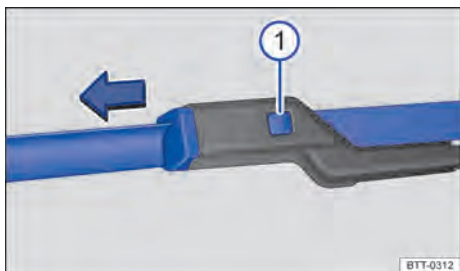

Fig. 207 Substituir as palhetas dos limpadores do para-brisa.
- Manter o botão de destravamento ⇒ Fig. 207  pressionado e, ao mesmo tempo, retirar a palheta dos limpadores do para-brisa no sentido da seta.